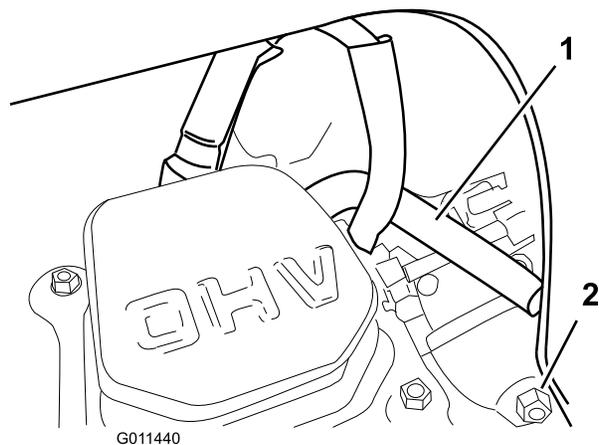

Figure 35
**Remarque:** Veillez à faire passer le tube de reniflard au-dessus du fil de la bougie, comme montré à la Figure 35.
6. Vidangez le carburateur par la vis de vidange (Figure 35) dans un bidon d'essence homologué.